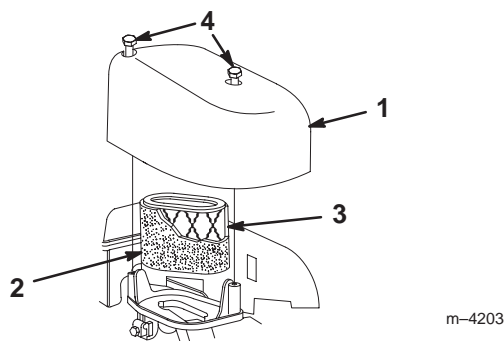

Figure 20
3. Retirez les vis de fixation du couvercle du filtre à air (Fig. 20).
4. Déposez le couvercle et nettoyez-le soigneusement (Fig. 20).
6. Nettoyez-le à l'eau avec un détergent doux, puis séchez-le en le serrant légèrement dans un chiffon (Fig. 20).
7. Enlevez et jetez l'élément filtrant en papier (Fig. 20).
8. Insérez l'élément en papier neuf dans le préfiltre en mousse (Fig. 20).
9. Posez le filtre à air neuf (Fig. 20)
10. Remettez le couvercle (Fig. 20).